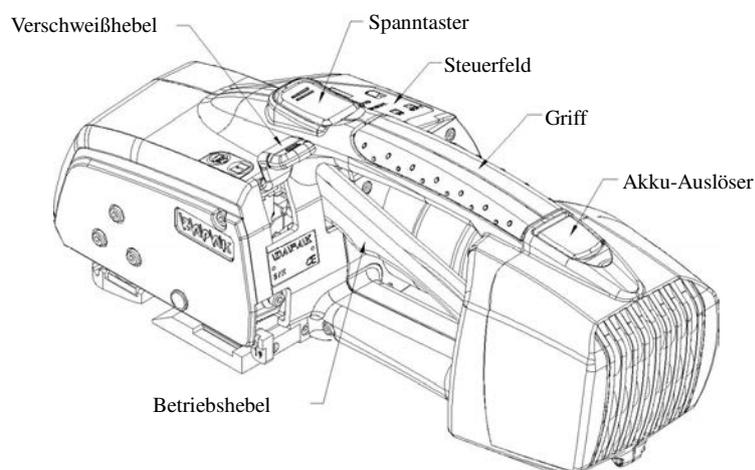

ABBILDUNG 2. ZP92A/ZP96A Vorstellung der Arbeitsbauteile
4.1 Vorstellung der Arbeitsbauteile (Abbildung 2)